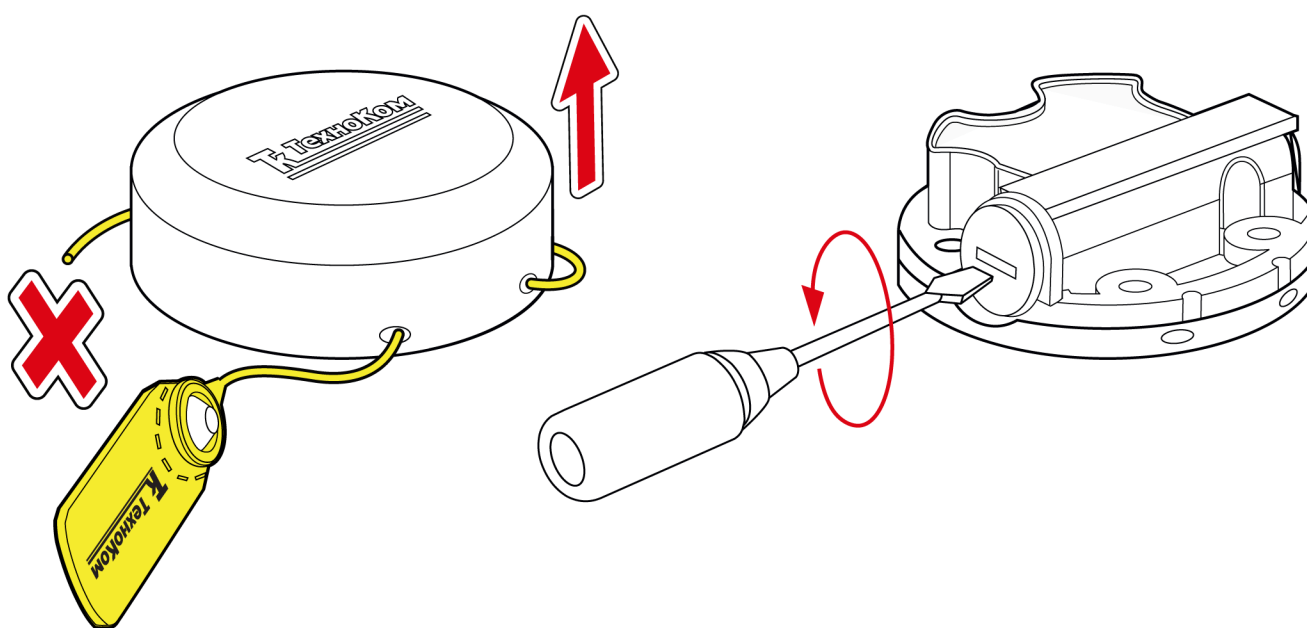

Рис.48. Подготовка к замене батареи
1. Удалить пластиковую пломбу ФАСТ-330 и снять защитную крышку с корпуса устройства (**Рис.48**).
2. Отверткой с шириной шлица 6 мм открутить резьбовую заглушку из корпуса устройства и аккуратно извлечь батарею. Чтобы облегчить извлечение, следует слегка наклонить резьбовую заглушку и таким образом зацепить батарею (**Рис.48**).